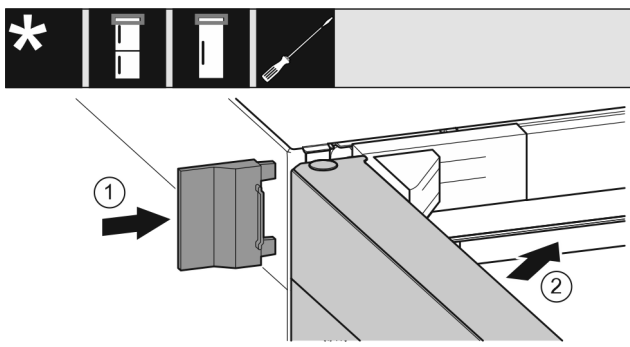

Fig. 22
- Vnější kryt Fig. 22 (1) nasuňte.
- Zavřete horní dveře Fig. 22 (2).